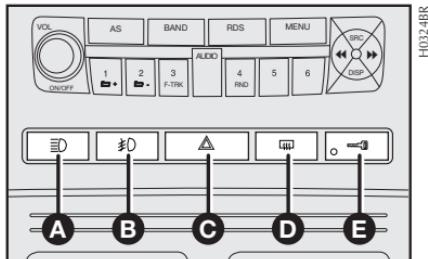

fig. 71
## PULSADORES DE MANDO - fig. 71
**B - Faros auxiliares** - Botón con indicación de función activada en el cuadro de instrumentos para encender/apagar los faros auxiliares (si presentes). Solamente funciona si están encendidas las luces externas de posición. Los faros auxiliares se apagan cada vez que la llave de arranque es puesta en STOP. Para encenderlos nuevamente es necesario presionar el botón B-fig. 71.
Si las puertas están bloqueadas y se aprieta el botón **E-fig. 71**, las puertas se desbloquearán y el led irá encenderse.
#### PREDISPONCIÓN PARA FAROS AUXILIARES - fig. 71
El vehículo posee predisposición para faros auxiliares. El botón de mando **B-fig. 71** estará habilitado con su respectivo led cuando el componente es instalado. Para instalación de faros